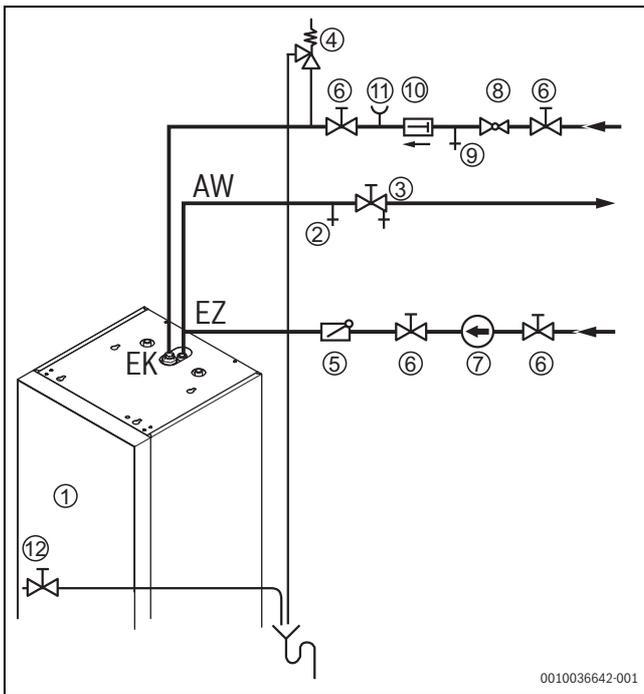

Bild 24 Installation nach DIN 1988 (Prinzipabbildung)
- Für Trinkwasser zugelassenes Sicherheitsventil (→ Bild 24, [4]) (\geq DN 20) in der Kaltwasserleitung bauseits vorsehen.
- Das Sicherheitsventil darf nicht vom Speicher absperrbar sein (→ Bild 24).